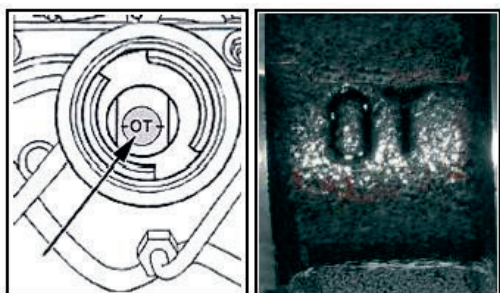

FIG. 3
- 1) Draai de motor met de klok mee tot de OT-markering gecentreerd te zien is op de nokkenas (via de verwijderde olievuldop) (fig. 3).